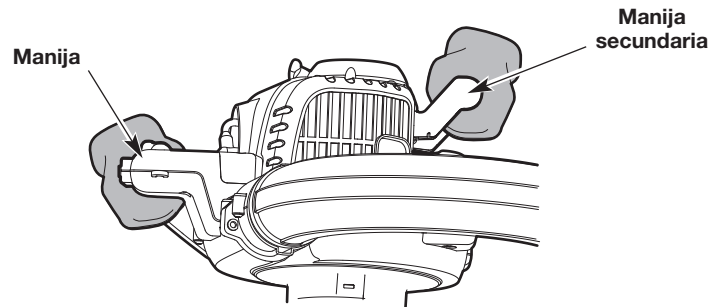

Fig. 17
- Sujete firmemente la manija con la mano derecha (Fig. 17). Sujete firmemente la manija secundaria con la mano izquierda (Fig. 17).